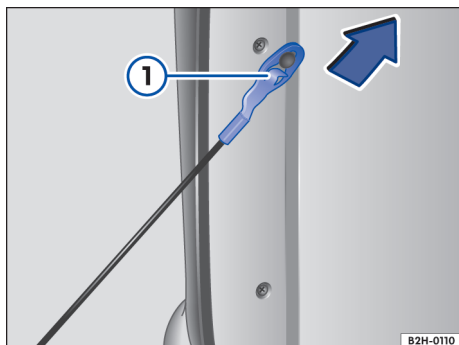

Fig. 53 Desprender os cabos de sustentação da tampa do compartimento de carga.
- Pressionar a tira de proteção no olhal do cabo de sustentação → Fig. 53 ①.
- Puxar o cabo de sustentação ao contrário da direção da seta até o batente → Fig. 53.